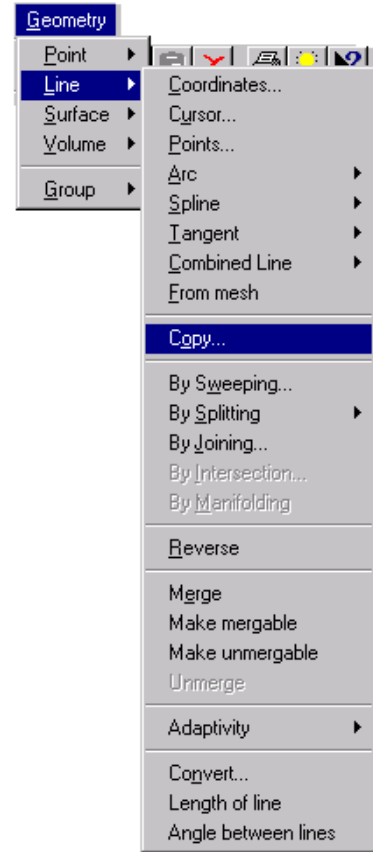

Fig. 30
- se copiază modelul în oglindă fie prin deschiderea meniului **Geometry**, opțiunea **Line, Copy...** (fig. 30), fie direct prin apăsarea butonului